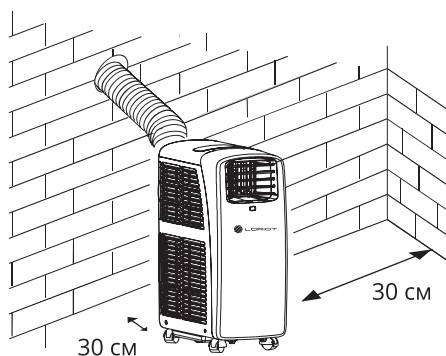

рис. 1
**1) Обеспечить свободное пространство (не менее 30 см) с фильтрующей стороны устройства (рис.1).**